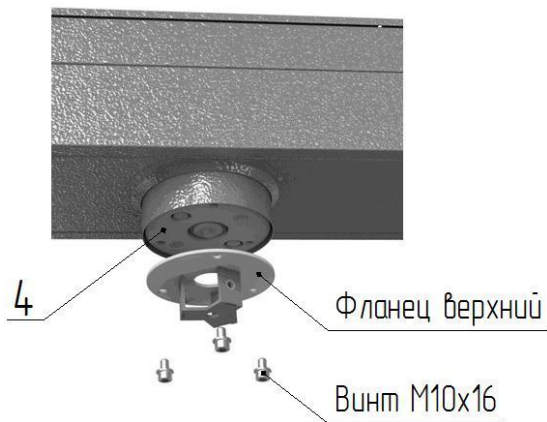

Рис. 7
6.2.2. Сборка центральной стойки (рис. 7, 8):
- установите на диск муфты привода **4** (рис.7) верхний фланец центральной стойки и закрепите винтами М10х16, нижний фланец прикрепите к фланцу вала напольной плиты **7** винтами М8х16, в первую очередь установите на посадочные плоскости фланцев лопасть с внутренними кронштейнами (рис.5), расположение "верх" указано маркировкой и закрепите винтами М8 (не затягивая их);